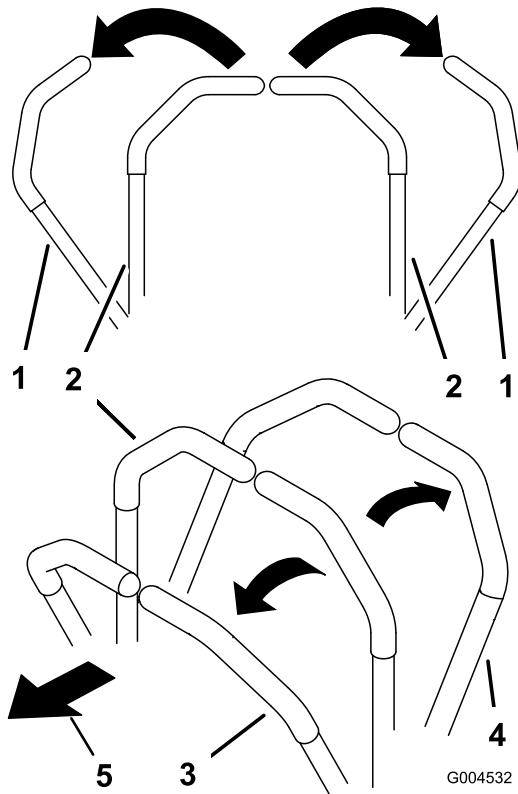

Figura 19
- Para ir hacia adelante en línea recta, empuje lentamente las palancas de control de movimiento hacia adelante (Figura 19).
- Para ir hacia atrás en línea recta, tire lentamente de las palancas de control de movimiento hacia atrás (Figura 19).
- Para girar, ralentice la máquina tirando hacia atrás de ambas palancas, y luego empuje hacia adelante la palanca del lado opuesto del sentido de giro (Figura 19).